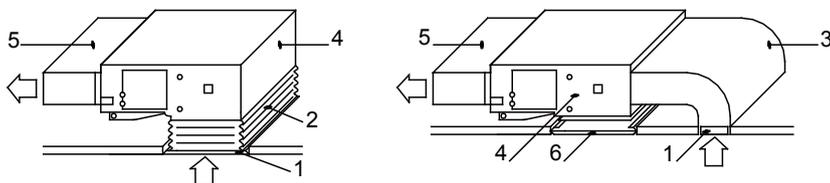

fig. 12
- e. Il metodo di installazione può essere scelto con il considerare le condizioni della costruzione e manutenzione (vedasi fig. 12).